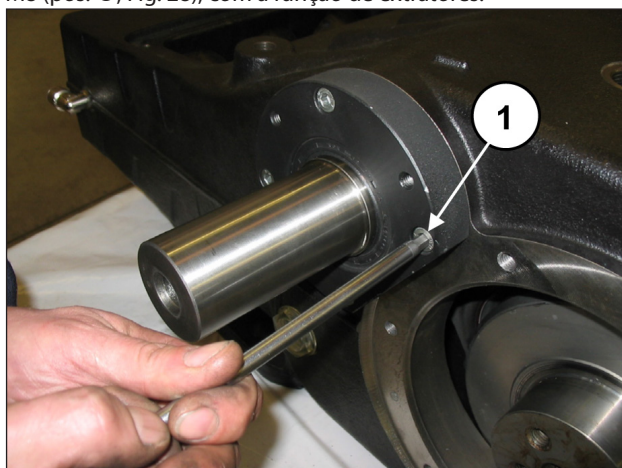
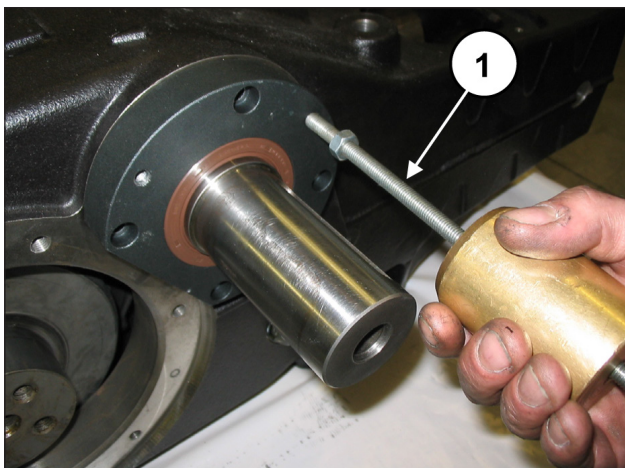

Fig. 27
Fig. 28
Solte os parafusos de cobertura do rolamento PTO direito e esquerdo (pos. ①, Fig. 27), e solte as duas coberturas do eixo PTO. Para agilizar a desmontagem, use três grãos ou parafusos M8 (pos. ①, Fig. 28), com a função de extratores.